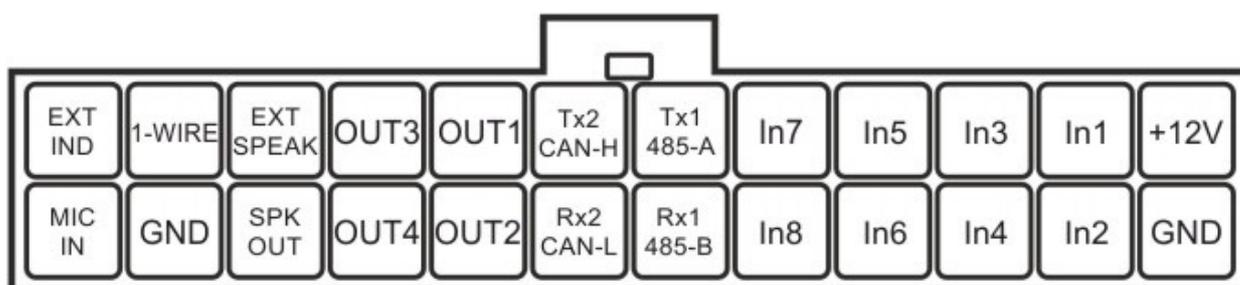

Рисунок 2 – Назначение контактов интерфейсного разъема
- (1) – Разъем подключения GSM антенны, тип SIBLINK SL-S3-SMA-FEMALE
- (2) – Разъем подключения ГЛОНАСС, GPS или ГЛОНАСС/GPS антенны, тип SMA-FEMALE
- (3) – Индикаторы состояния работы прибора и выбранной SIM карты. Описание состояния смотрите в Таблице 5.
- (4) – Интерфейсный разъем для подключения питания и периферии, Рисунок 2. Переключение цифровых интерфейсов с помощью переключателя SW1 описано в таблице 3.
- (5) – Разъем компьютерного интерфейса USB, для конфигурирования, смены микропрограммного обеспечения (прошивки).
Подключение питания, датчиков и прочей периферии осуществляется через интерфейсный разъем (4) Рисунок 2. Для этого используется ответная часть разъема с подключенными к нужным контактам проводами.